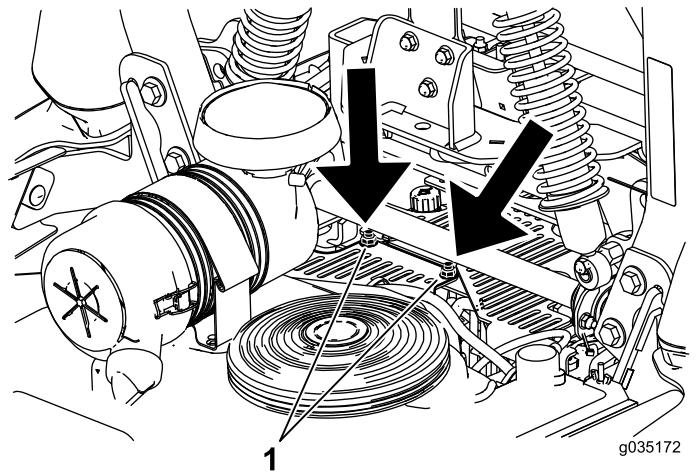

Figura 60
3. Retire o resguardo da unidade hidráulica removendo as duas porcas que se mostram na Figura 60.
- Instale o resguardo da unidade hidráulica do lado esquerdo (Figura 60).